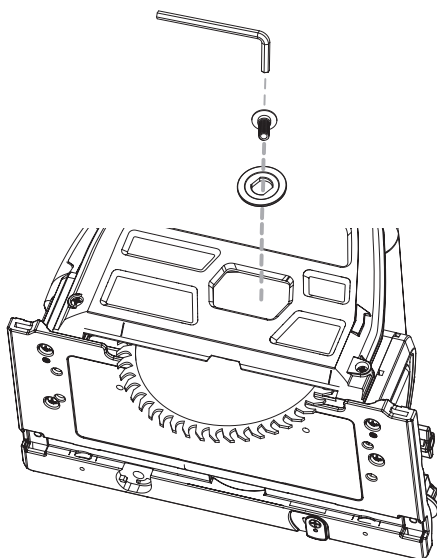
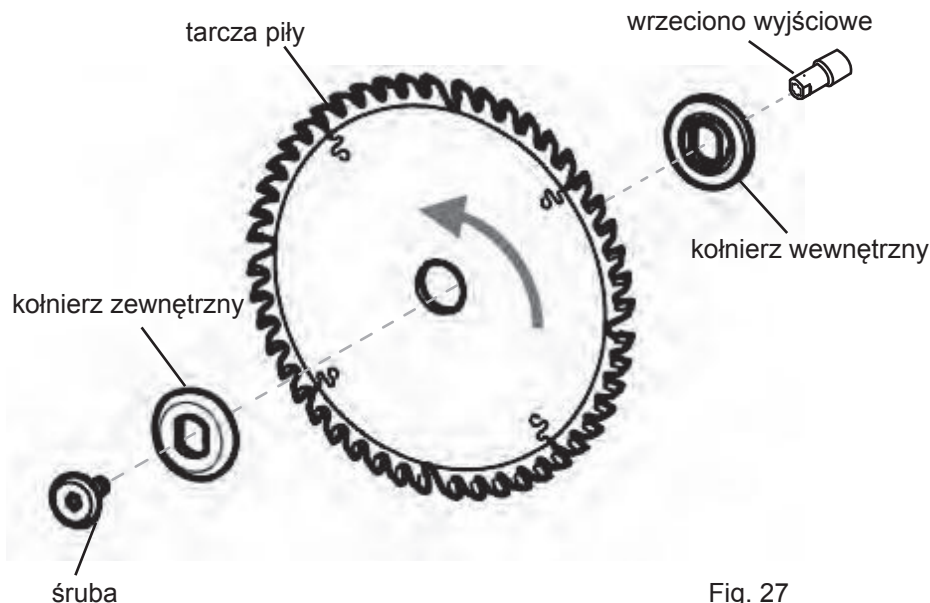

Fig. 26
Fig. 27
5. Use a chave hexagonal de 5 mm (incluída com esta ferramenta) para girar o parafuso na lâmina da serra ligeiramente para a direita ou para a esquerda até que o eixo faça um “clique”. (Ver Fig. 26)
6. Use a chave Allen para desapertar o parafuso para a esquerda. Retire o flange exterior e a lâmina da serra. (Ver Fig. 26 & Fig. 27)